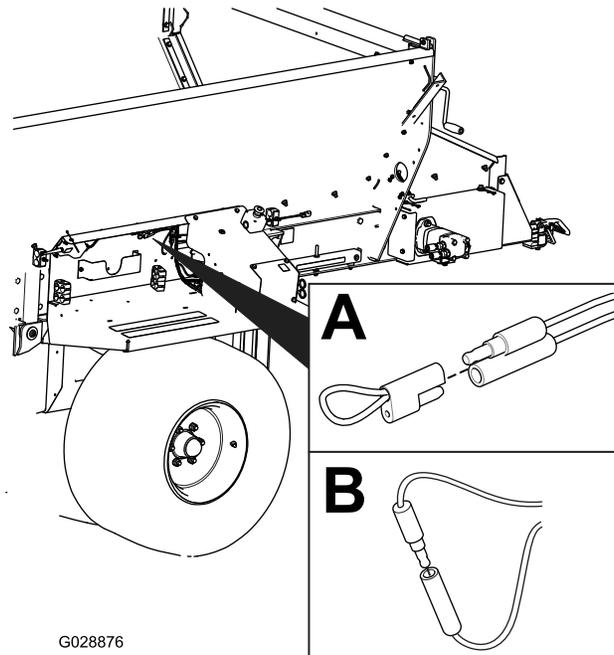

Figura 63
2. Tire del tapón de los 2 conectores de derivación diagnósticos (Figura 63 A).
3. Conecte entre sí los conectores de derivación diagnósticos (Figura 63 B).